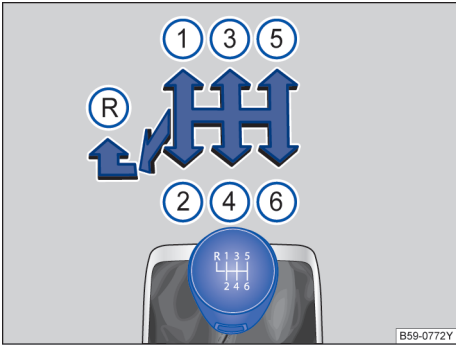

图 124 6 挡手动变速箱挡位示意图
- 停顿数秒钟后下压换挡杆，然后往左推到底，再将换挡杆向前推至换挡手柄上所示的倒挡位置→图 124 (R)。